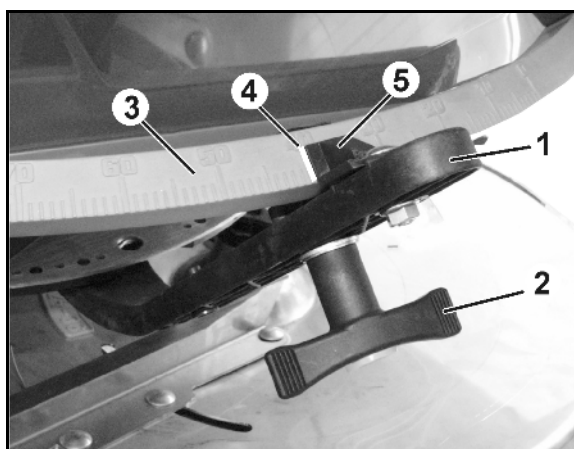

Fig. 60
2. Løsn vingemøtrikken (Fig. 60/2).
3. Find den nødvendige spjældstilling på skalaen (Fig. 60/3).
4. Stil aflæsningskanten (Fig. 60/4) til indstillingsgrebsviseren (Fig. 60/5) på skalaværdien.
5. Spænd vingemøtrikken (Fig. 60/2) godt.